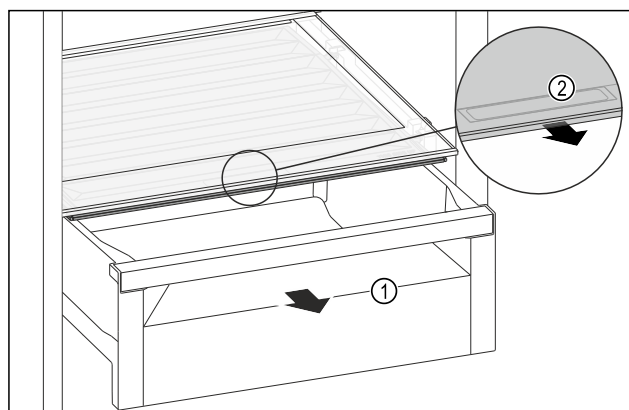

Fig. 187
- Izvucite ladicu Fig. 187 (1).
- Primite ručku Fig. 187 (2) na poklopcu pretinca i istodobno povucite poklopac pretinca prema naprijed.